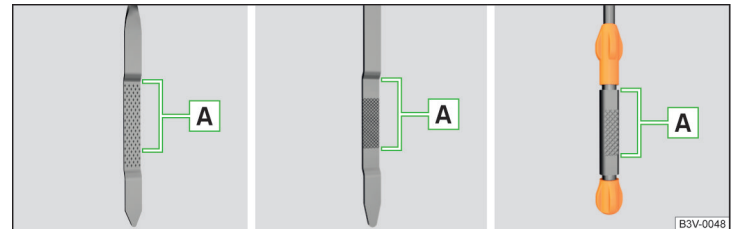

Abb. 219 Ölmessstabvarianten
Der Ölstand muss im Bereich **A** liegen » Abb. 219. Liegt der Ölstand unterhalb des Bereichs **A**, das Öl nachfüllen.
- Der Ölstand darf keinesfalls außerhalb des Bereichs **A** liegen » **Abb. 219** - es besteht die Gefahr der Beschädigung des Motors sowie der Abgasanlage.